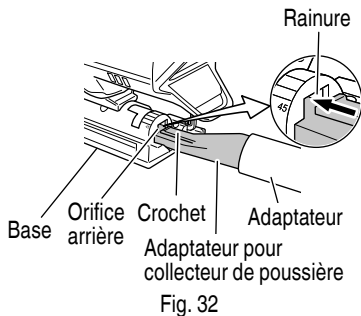

Fig. 32
- (5) Insérer le adaptateur pour collecteur de poussière dans l'orifice arrière de la base jusqu'à ce que le crochet s'enclenche dans la rainure. (Fig. 32)
- (6) Appuyer sur le crochet pour retirer le adaptateur pour collecteur de poussière.